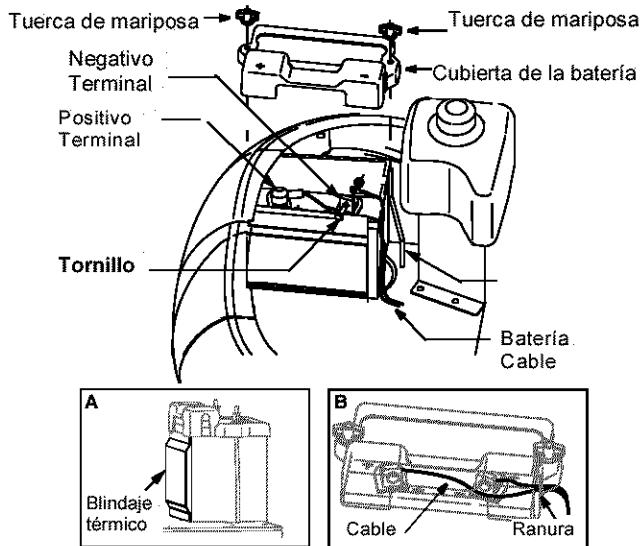

Figura 20
1. Retire la tuerca mariposa sobre el rodillo de la batería en cada extremo de la cubierta de la batería. Vea la Figura 20.
4. Conecte el cable rojo de la batería a la terminal positiva y ajústelo bien. Vea la Figura 20.
6. Conecte el cable negro de la batería a esta terminal negativa en la batería y ajústelo bien. Vea la Figura 20.